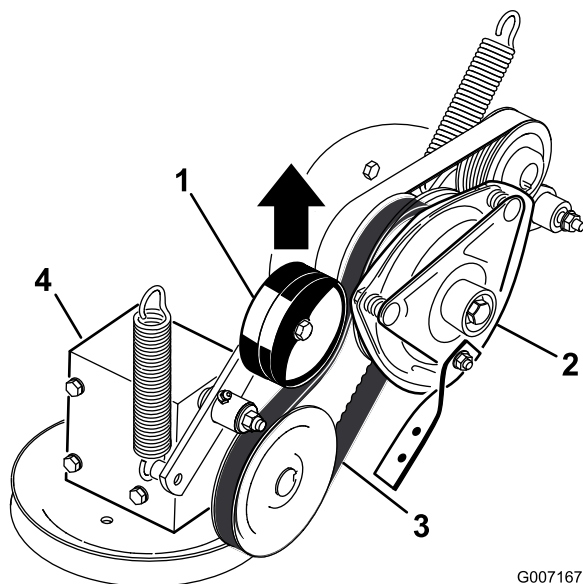

Figura 57
5. Tire hacia arriba de la polea tensora tensada con muelle de la correa de la toma de fuerza, y retire la correa de la polea del embrague (Figura 57).
17. Tire hacia arriba del brazo tensor tensado con muelle de la correa de la toma de fuerza, e instale esta en la polea del embrague (Figura 57).